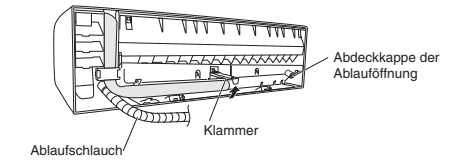

Abb. 3-99
- (a) Nachsehen, wo der Ablaufschlauch und die Abdeckkappe der Ablauföffnung sich befinden. (Abb. 3-99)
- (b) Die Schraube entfernen, mit der der Ablaufschlauch an der Seite befestigt ist, und den Ablaufschlauch herausziehen und entfernen. (Abb. 3-99)